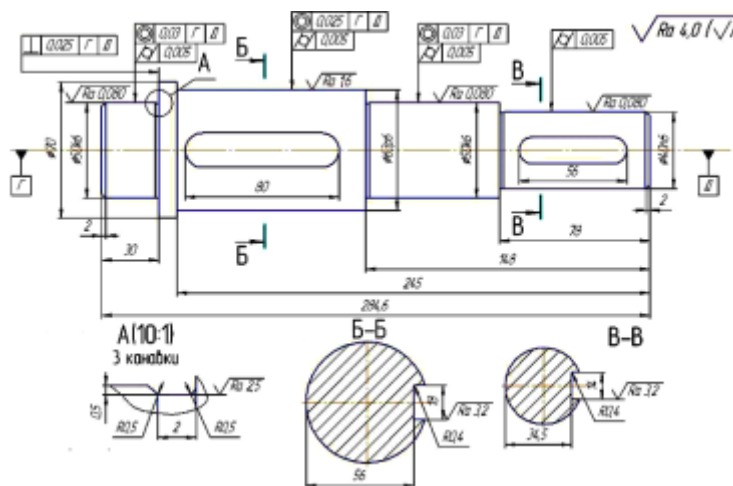

Рисунок 9 - Деталь Вал
2. Изучить предложенный эскиз детали (рисунок 9 - 13) с указанными обозначениями отклонений формы и расположения поверхностей и шероховатости поверхности. Охарактеризовать заданные поверхности.